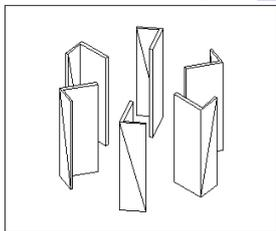

图 18-6
(7) 并集处理。单击  按钮或者在命令行直接输入 union, 合并上述所有的实体, 结果如图 18-6 所示。